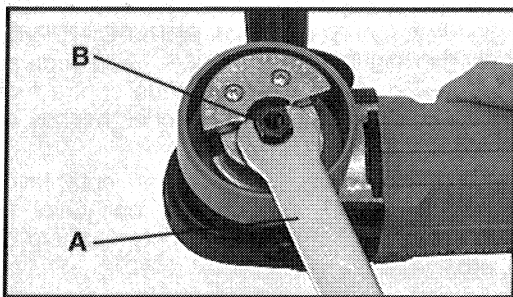

Fig. 6
2. Posicione la llave del husillo (A), Fig. 6, (suministrada con la herramienta) para acoplar las superficies planas del husillo (B), Fig. 6.